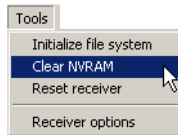

Figura 5-17. Borrado de la NVRAM con PC-CDU
2. Haga clic en **Tools ▶ Clear NVRAM** (Figura 5-17).